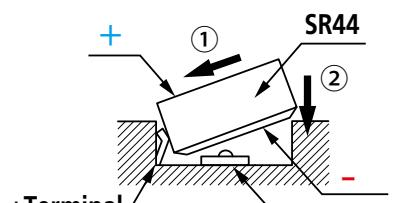

Fig. 1
3. Instale un batería SR44 (**Código No.938882**) con el lado positivo hacia arriba. (Fig. 1)